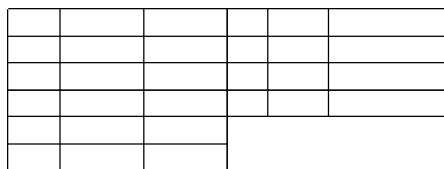

图 10-28 合并单元格
(15) 在【行和列】选项组中单击【合并单元格】按钮  合并单元格..., 则将这 6 个单元格合并为 1 个单元格, 如图 10-28 所示。